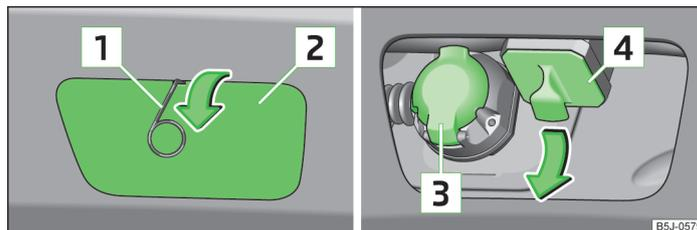
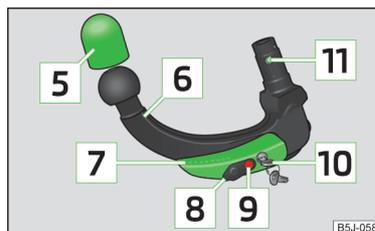

Fig. 103 Retirar la tapa: en el parachoques trasero / para la cavidad de alojamiento
Fig. 104 Barra de cabeza esférica
Descripción gráfica » fig. 103 y » fig. 104
- Extraiga la tapa situada en el parachoques trasero **2** » fig. 103 de la página 125 por medio del estribo para retirar los tapacubos integrales en el sentido de la flecha.
- Extraiga la tapa de la cavidad de alojamiento **4** » fig. 103 de la página 125 en el sentido de la flecha » **!**.
Conserve en un lugar apropiado del maletero la tapa [2] y la tapa [4] » fig. 103 de la página 125 después de la extracción.
- > Introduzca la tapa para la cavidad de alojamiento » fig. 103 de la página 125 en el sentido contrario al de la flecha.
- > Coloque la tapa situada en el parachoques trasero » fig. 103 de la página 125 por los "ganchitos" situados en el área inferior del parachoques.